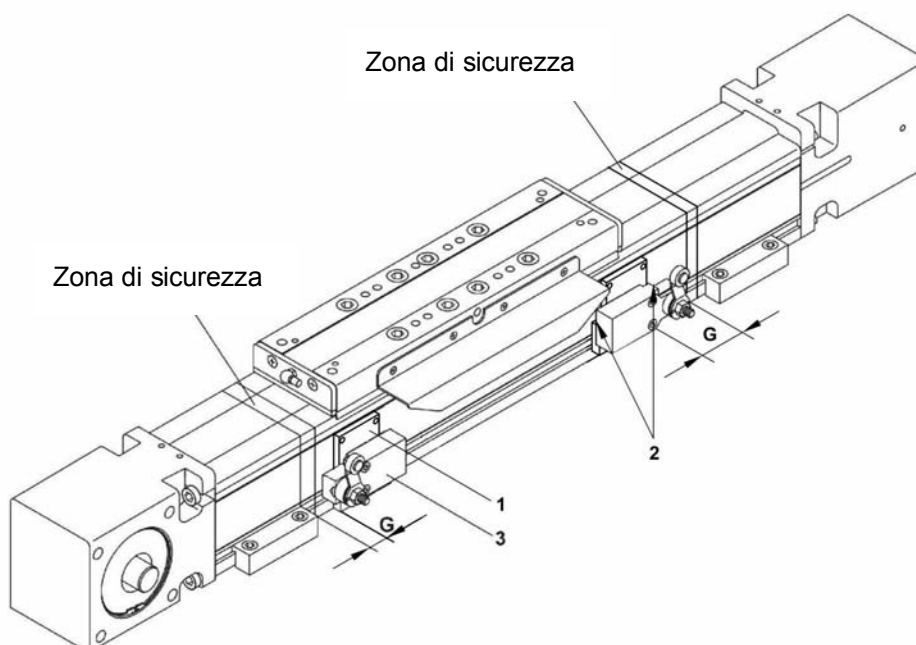

Figura 5:
1. **Figura 5:** allentare la vite di serraggio (2) della lastra di fissaggio
2. Spostare la lastra di fissaggio con il finecorsa (3) nella posizione desiderata.